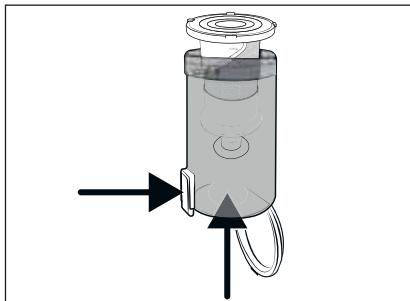

Fig. 20
- Retirez le filtre en acier inoxydable 6 du bac à poussière 7, en appuyant sur la touche de déverrouillage du couvercle du bac à poussière 8. Glissez alors le filtre en acier inoxydable 6 hors du bac à poussière 7, par le bas (voir fig. 20).